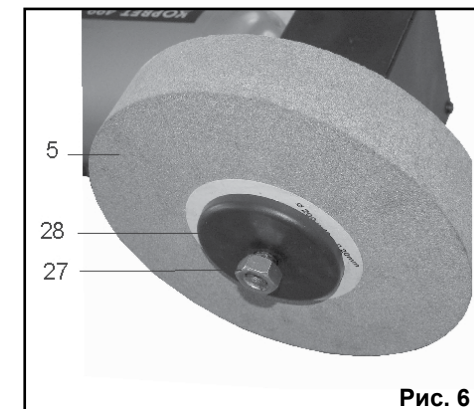

Рис. 6
11.3. Для замены шлифовального круга (5), Рис.6,7, необходимо:
- отключить шнур питания (13) от розетки источника электрического тока;
- ослабить 3 винта крепления (31);
- демонтировать лоток (4);
- скрутить гайку (27) со шпинделя (29);